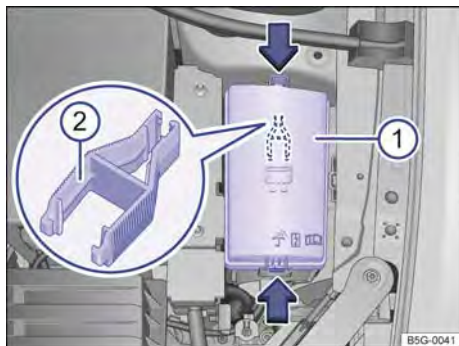

Fig. 219 En el vano motor: cubierta ① de la caja de fusibles con pinzas de plástico ②.
- Para desbloquear la cubierta de la caja de fusibles, presione las teclas de bloqueo en el sentido que indican las flechas → fig. 219 ①.
En el lado interior de la cubierta de la caja de fusibles del vano motor podría haber unas pinzas de plástico → fig. 219 ② para extraer fusibles.